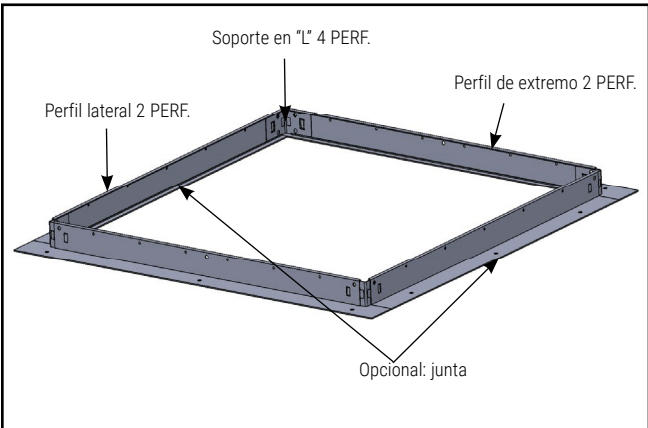

Figura 2.
- 2. En lugares limpios: coloque la junta blanca 66025 en el borde interior del marco, en contacto con el cuerpo del luminario, y en el borde exterior, en contacto con panel de cielo raso. (Figura 2)